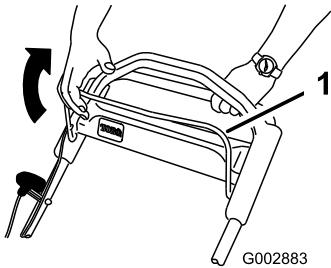

Figura 16
2. Sujete la barra de control de la cuchilla (Figura 16) contra el manillar.